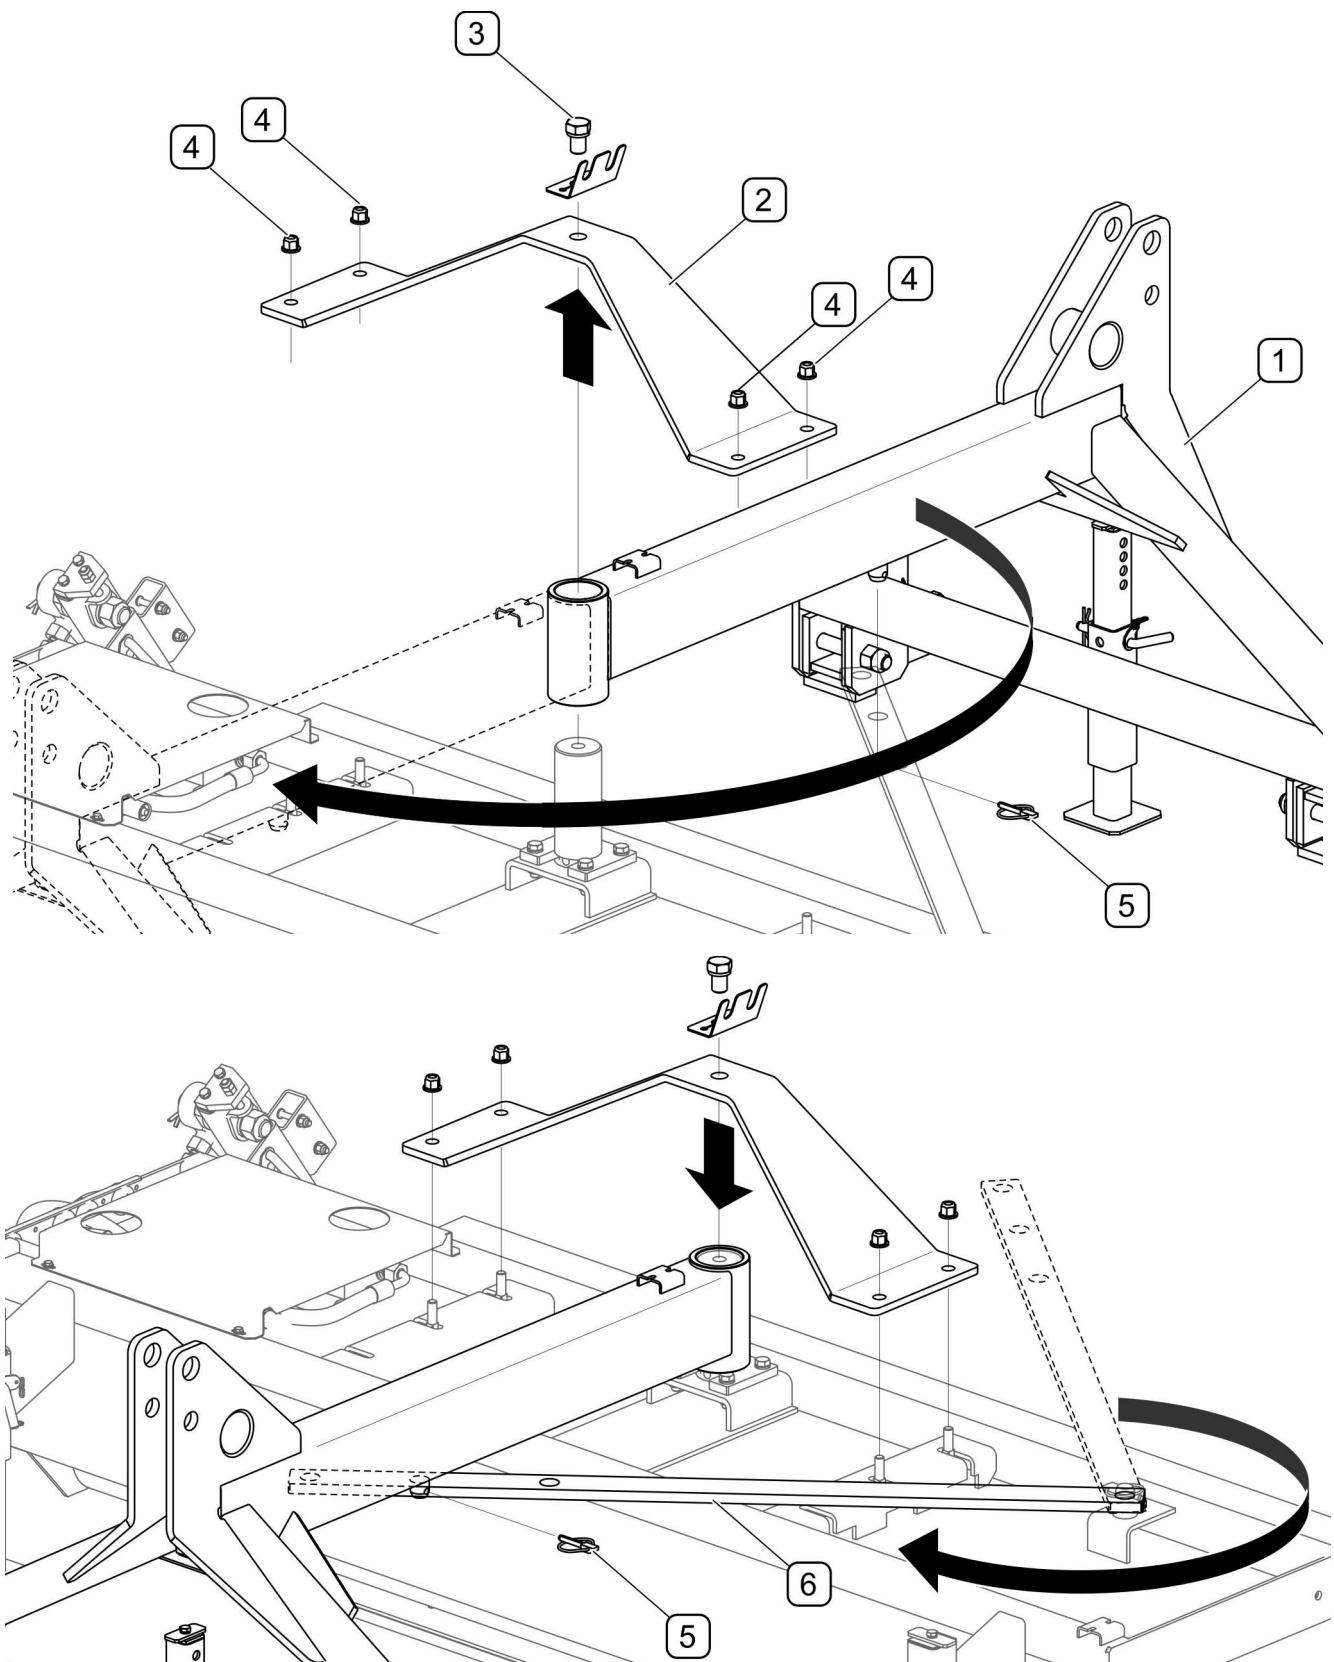

РИСУНОК 4.9 Розташування підмітальної машини для роботи перед тяговим
Щоб пристосувати підмітальну машину для роботи перед тяговим транспортним засобом (РИСУНОК 4.9) зніміть шплінт (5), що кріпить планку (6), відкрутіть болт (3) головного штифта, відкрутіть 4 гайки (4), що кріплять кронштейн (2) основного штифта, і поверніть всю раму (1) системи підвіски на 180° потім прикрутіть кронштейн (2). Поверніть планку (6), надіньте на штифт рами системи підвіски і закріпіть шплінтом (5). У підмітальних машинах зі системою поливання перед розбиранням кронштейна (2) відкрутіть гайки (4) і зніміть бак для води разом із кронштейнами. Повернувши раму (1) системи підвіски та прикрутивши кронштейн (2) гвинтом (3), знову прикріпіть резервуар для води.